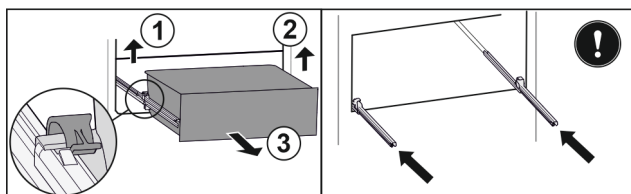

Fig. 153
- ▶ Tõstke vasakut klambrist üles ja tõmmake samaaegselt sahtlit vasakult ettepoole. Fig. 153 (1)
- ▶ Tõstke paremat klambrist üles ja tõmmake samaaegselt sahtlit paremalt ettepoole. Fig. 153 (2)
- ▶ Võtke sahtel ettepoole välja. Fig. 153 (3)